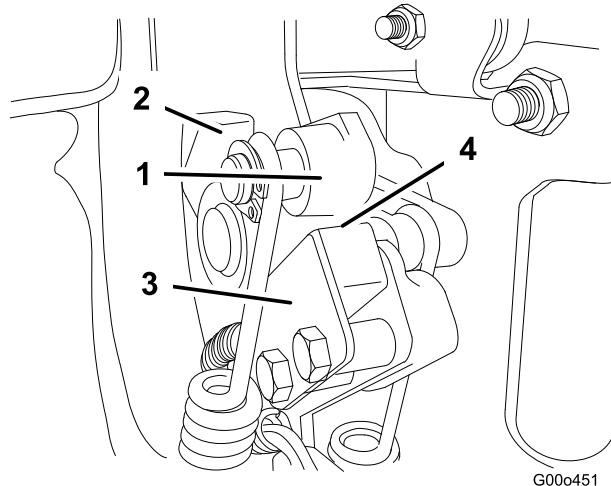

Figura 26
2. Innestate la leva della trazione finché non viene a contatto con il fermo in folle (Figura 26).
3. Allentate i dispositivi di fissaggio del microinterruttore (Figura 26).
4. Inserite uno spessore di 0,8 mm fra la leva di trazione ed il microinterruttore (Figura 26).